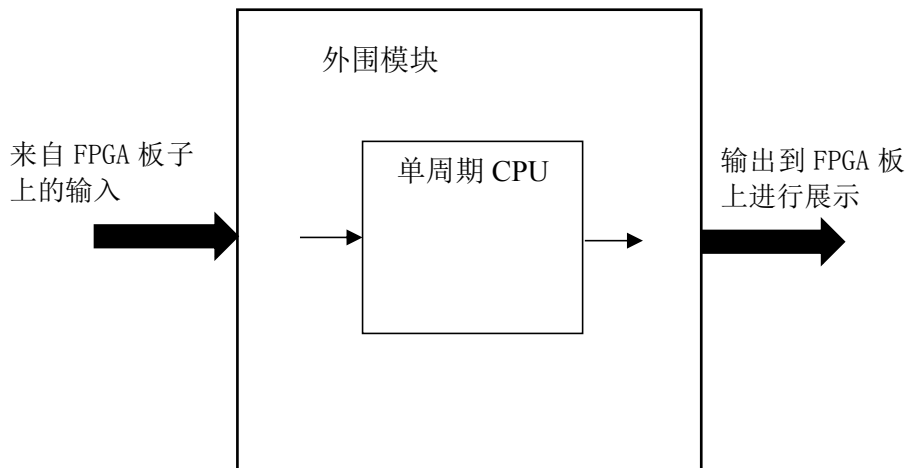

图 7.2 单周期 CPU 设计实验的顶层模块大致框图
8. 将以上设计作为一个单独的模块，设计一个外围模块去调用该模块，见图 7.2。外围模块中需调用封装好的 LCD 触摸屏模块，观察单周期 CPU 的内部状态，比如 32 个寄存器的值，PC 的值等。并且需要利用触摸功能输入特定数据 RAM 地址，从该 RAM 的调试端口读出数据显示在屏上，以达到实时观察数据存储器内部数据变化的效果。通过这些手段，可以在板上充分验证 CPU 的正确性。
- 5) 如果对 FPGA 板了解的话，可确定设计中与 FPGA 板上交互的接口，画出包含外围模块的整体设计框图，即补充完善图 7.2；